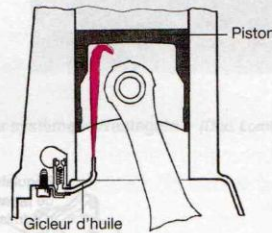
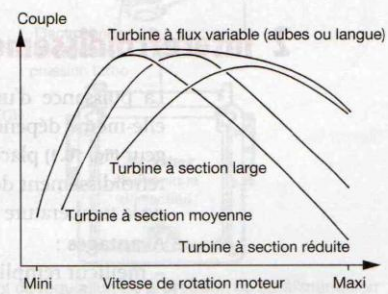

Figure 15.1. Refroidissement de la tête de piston par giclage d'huile (Doc. VAG)
Figure 15.2. Courbes comparatives en fonction du modèle de turbine utilisé
- adaptation du circuit de lubrification (augmentation des débits de la pompe à huile et du filtre à huile) ; mise en place d'une rampe de « gicleurs » (refroidissement des têtes de pistons) (fig. 15.1), liaisons arrivée/retour d'huile au *turbocompresseur* ; réfrigération de l'huile par échangeur thermique (air ou eau) ;
Le constructeur du *turbocompresseur*, en fonction des données précédentes, détermine les caractéristiques (fig. 15.2) aérodynamiques de l'appareil à fournir et les différents accessoires éventuels.
Une *turbine* à section réduite permet d'obtenir le couple maximal à bas régime, mais doit être équipée d'une régulation de la pression maximale (fig. 15.1), contrairement à une turbine de section large (fig. 15.2).
- Le giclage d'huile (fig. 15.1) engendre un débit d'huile supplémentaire, et donc un filtre à huile avec des caractéristiques spécifiques pour un moteur turbo. (Il ne faut jamais monter un filtre à huile de moteur « atmo » sur le même moteur comportant une suralimentation.)
Le besoin d'obtenir un *couple maximal* à bas régime sur les moteurs de petites et moyennes cylindrées (meilleures « reprises »), oriente le choix vers une *turbine* à section réduite (fig. 15.2), d'où l'obligation de limiter la pression à haut régime dans des limites fixées (fig. 15.2).